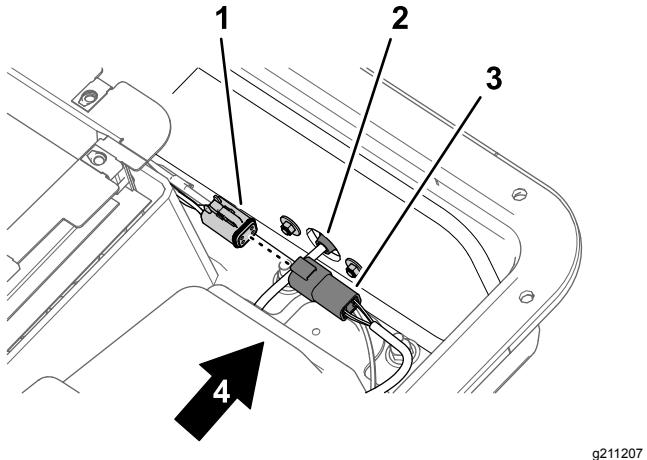

Figure 35
4. Alignez les trous dans le clignotant et le feu de détresse avant et le joint et les trous dans la garniture de pavillon (Figure 35).
- et 2 contre-écrous à embase (n° 10), et serrez les vis et les écrous à la main (Figure 35).
- Branchez le connecteur à 4 broches du faisceau de feu arrière au connecteur à 4 douilles du faisceau de cabine (Figure 35) étiqueté ()LH REAR TURN SIGNAL (si vous montez le feu arrière gauche) ou RH REAR TURN SIGNAL (si vous montez le feu arrière droit).